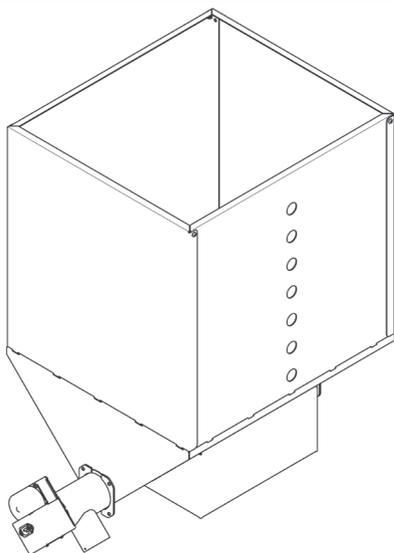

Рис. 20
9. Повторите пункт 5 и 6 для второй боковой стенки и задней стенки бункера (Рис.20).